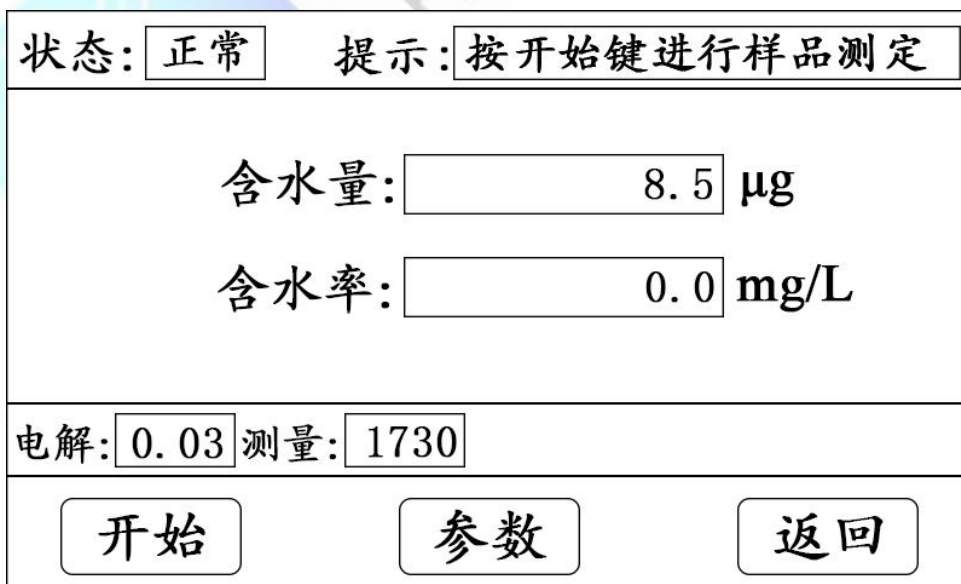

图 5
1.2. 按【测定】键进入测定界面（图 5）：
3.1. 测定界面（图 5）左上角是状态提示，有开路、短路、过碘、过水、正常、测量六种状
显示的数字即是样品的含水量，单位为 ug。含水率显示在含水量的下方（见图 5）。